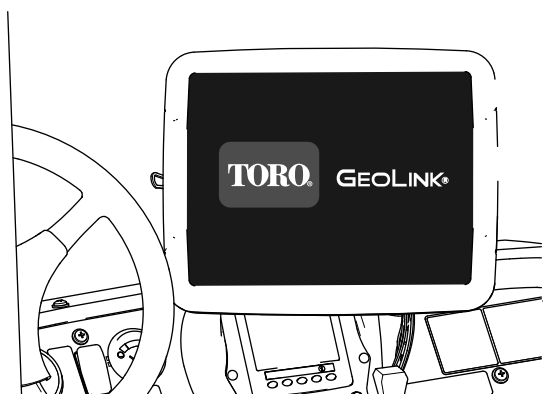

Figura 155
- Quadro di comando, visualizza immagini e testo (Figura 155)